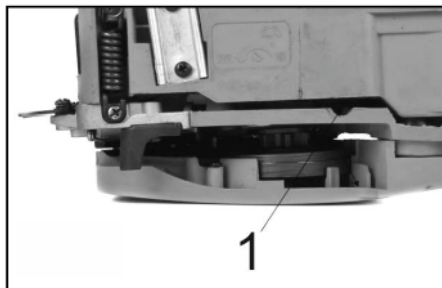

Рис. 10
Поворот винта (1) (Рис.10) по часовой стрелке уменьшает, а против часовой стрелки - увеличивает расход масла.